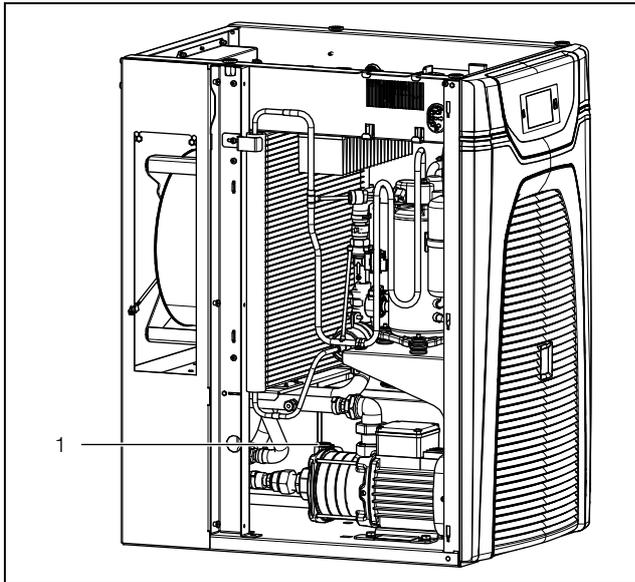

Fig. 39 : purger la pompe à eau
- Purger la pompe du liquide de refroidissement (à l'arrêt) en desserrant légèrement la vis de purge (fig. 39, pos. 1).